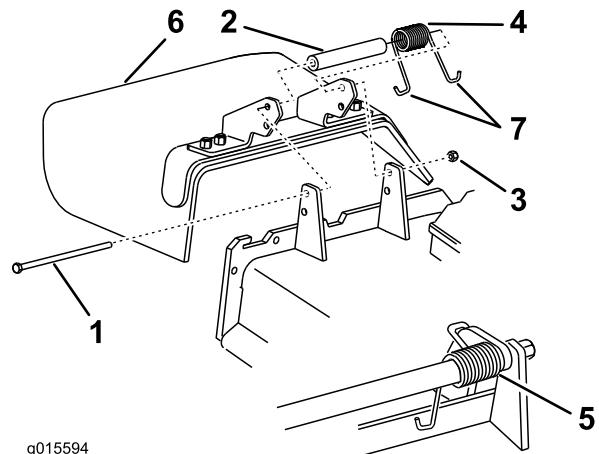

図 1
1. 側方排出用シートを刈り込みデッキに固定しているロックナット、ボルト、スペーサー、スプリングを取り外す（図 1）。
2. 刈り込みデッキから側方排出用シートを取り外す（図 1）。